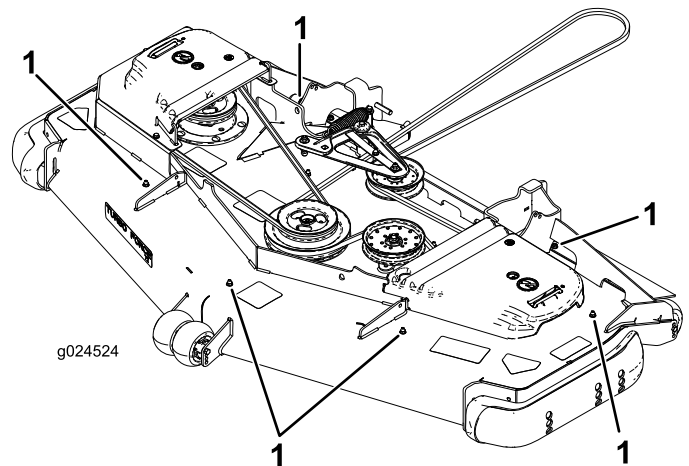

Figura 1
- En carcasas de 60 pulgadas, retire los seis tornillos allen (5/16–18 x 3/4 pulgada) y las tuercas nyloc con arandela prensada que taponan los taladros de montaje abiertos de la carcasa (Figura 1).
6. Usando un perno de cuello cuadrado (3/8-16 x 7/8 pulgada) y una tuerca con arandela prensada (3/8-16), instale el deflector golpeador correcto en cada cámara (Figura 1).